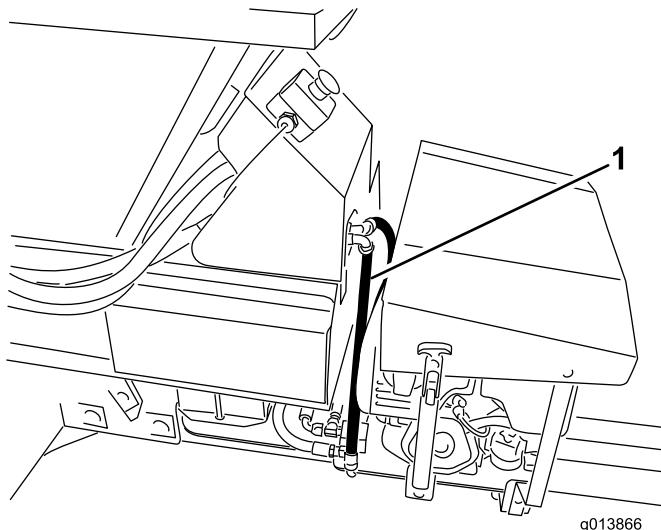

Figura 17
41. Ligue os tubos hidráulicos ao painel de controlo hidráulico. Consulte Figura 14 e Figura 16 sobre as versões SH e Figura 15 e Figura 17 sobre as versões EH.